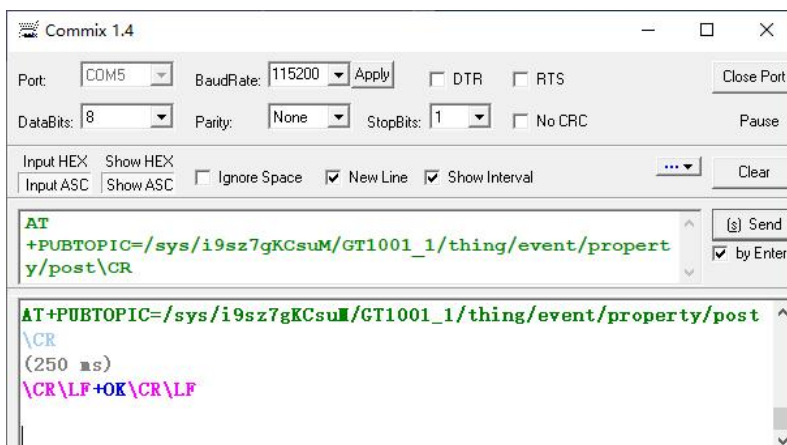

图 14-39 发布 topic 信息设置界面
7) 设置发布 TOPIC 信息, 如图 14-39 所示;
8) 如图 14-39 所示, 所有参数设置完成后, 退出 AT 指令模式, 程序自动返回透传模式, 重启后设备自动连接云端服务器。